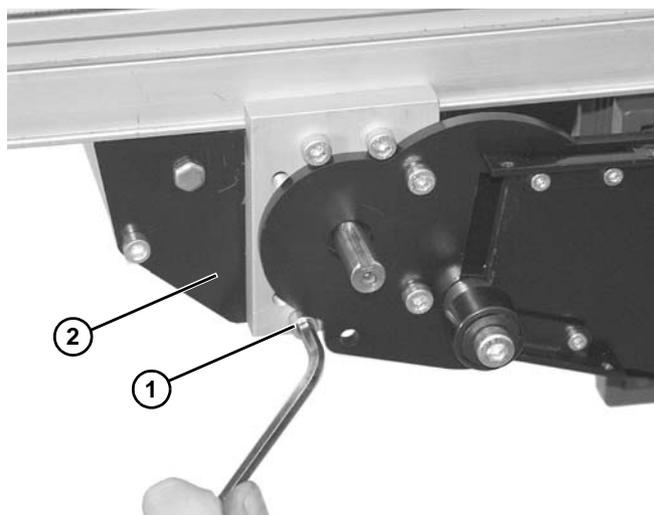

Figure 42
2. Retirer les deux vis (**Figure 42, élément 1**) du bas de l'ensemble d'entraînement médian (**Figure 42, élément 2**).